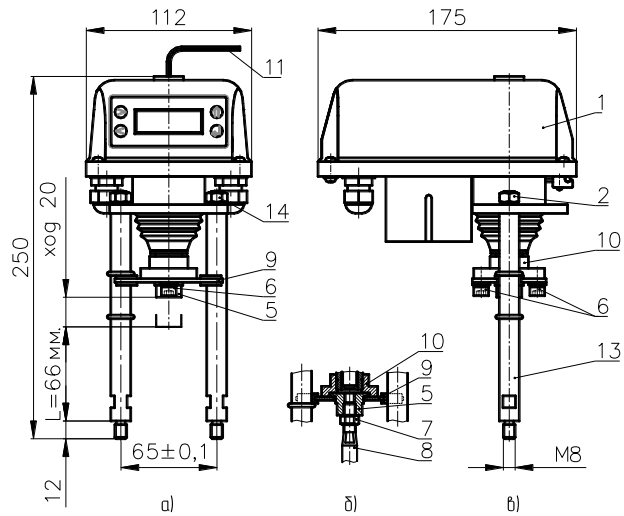

Рисунок 1. ВЭП-235-3000/63-20-220В
- электропривод (см. рис. 1 – поз.1);
- винтовая передача (см.рис.1 – поз.2).